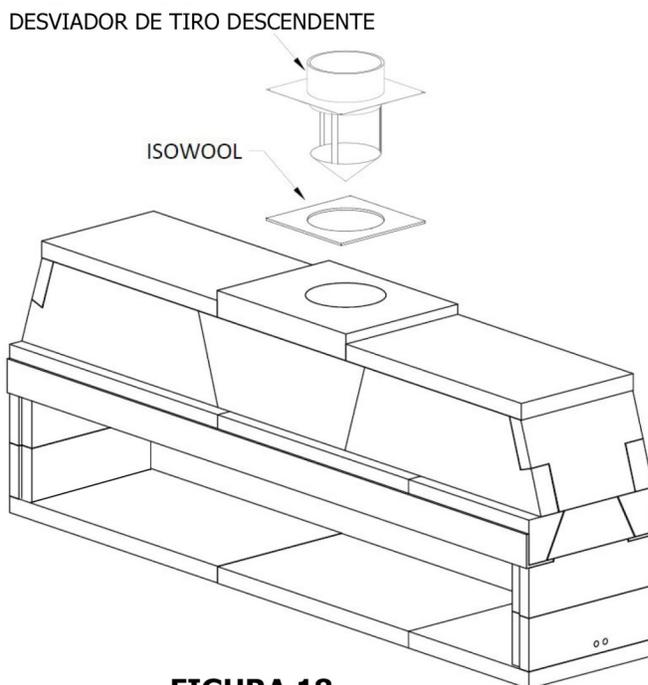

FIGURA 18
- 2) Coloque la manta Isowool en el centro de la salida de la placa superior Isokern y trace el contorno de la salida con un bolígrafo o un marcador. Realice un agujero en la manta a lo largo de este contorno para que coincida con el agujero de la placa superior Isokern. Centre la manta Isowool cortada sobre la abertura de la chimenea de la placa superior Isokern, luego centre la placa de anclaje sobre la manta Isowool (Figura 18).
- 3) Asegure la placa de anclaje con cuatro (4) anclajes de mampostería.